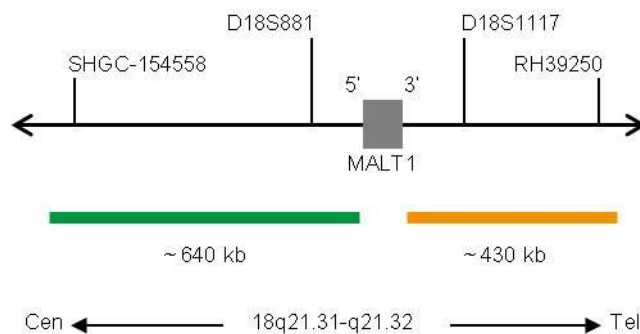

Fig. 1: SPEC MALT1 Mapa da sonda (sem escala)
- Polinucleótidos (~10 ng/μl) com marcação ZyGreen (excitação 503 nm/emissão 528 nm), dirigidos ao mapeamento de sequências alvo em 18q21.31-q21.32* (chr18:55,690,725-56,330,582) proximais ao ponto de quebra do gene MALT1 (ver Fig. 1).
- Polinucleótidos (~4.5 ng/μl) com marcação ZyOrange (excitação 547 nm/emissão 572 nm), dirigidos ao mapeamento de sequências alvo em 18q21.32* (chr18:56,427,386-56,859,755) distais ao ponto de quebra do gene MALT1 (ver Fig. 1).